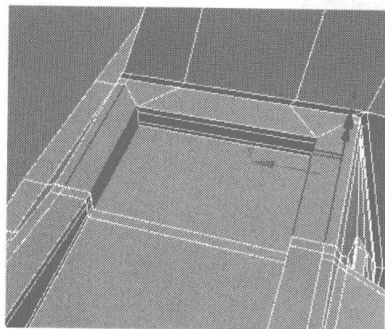
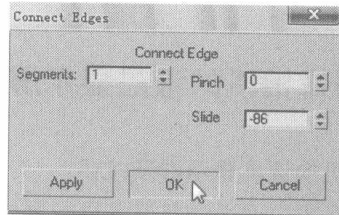

图 6.95
图 6.96
- 03 切换为边线编辑，选择如图 6.95 所示的边线，在 Edit Edges 卷展栏中单击 **Connect** 右侧的小按钮，在弹出的对话框中设置添加的细分线参数，如图 6.96 所示。